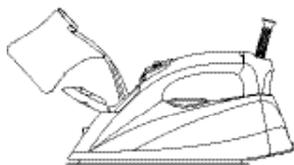

рис. 1
- Откройте крышку заливочного отверстия (2) (рис. 1).
- Используя мерный стаканчик (13), залейте воду в резервуар (9), затем закройте крышку (2).
- *Запрещается в резервуар для воды (9) заливать ароматизированные жидкости, уксус, раствор крахмала, реагенты для удаления накипи, химические вещества и т.п.*
- *Не наливайте воду выше отметки «max» (11).*
- Извлеките утюг из упаковки, при наличии защиты на подошве (12) удалите защиту.